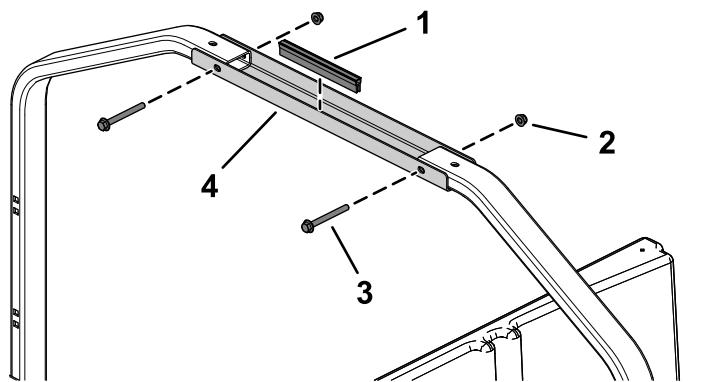

图13
- 如 图13 所示用 2 个凸缘头螺栓 $5/16 \times 3$ 英寸和 2 个凸缘螺母 $5/16$ 英寸将管道安装支架固定到后安装管上。
- 将修整密封条安装到管道安装支架上 图13。